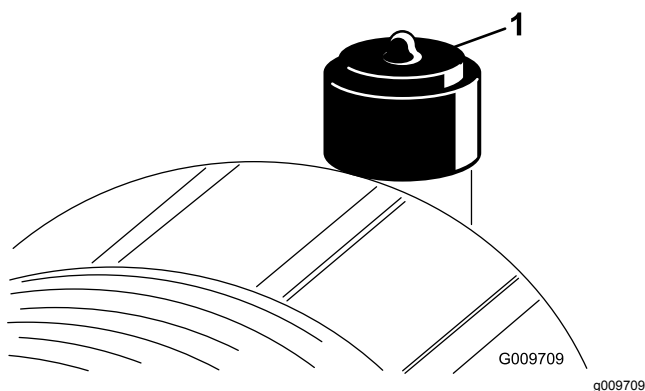

Figura 75
Faça a manutenção ao filtro de ar apenas quando o indicador de manutenção o exigir (Figura 75). Mudar o filtro de ar antes de ser necessário apenas aumenta a possibilidade de entrar sujeira no motor quando retira o filtro.
2. Reinicie o indicador (Figura 75) se este se apresentar vermelho.